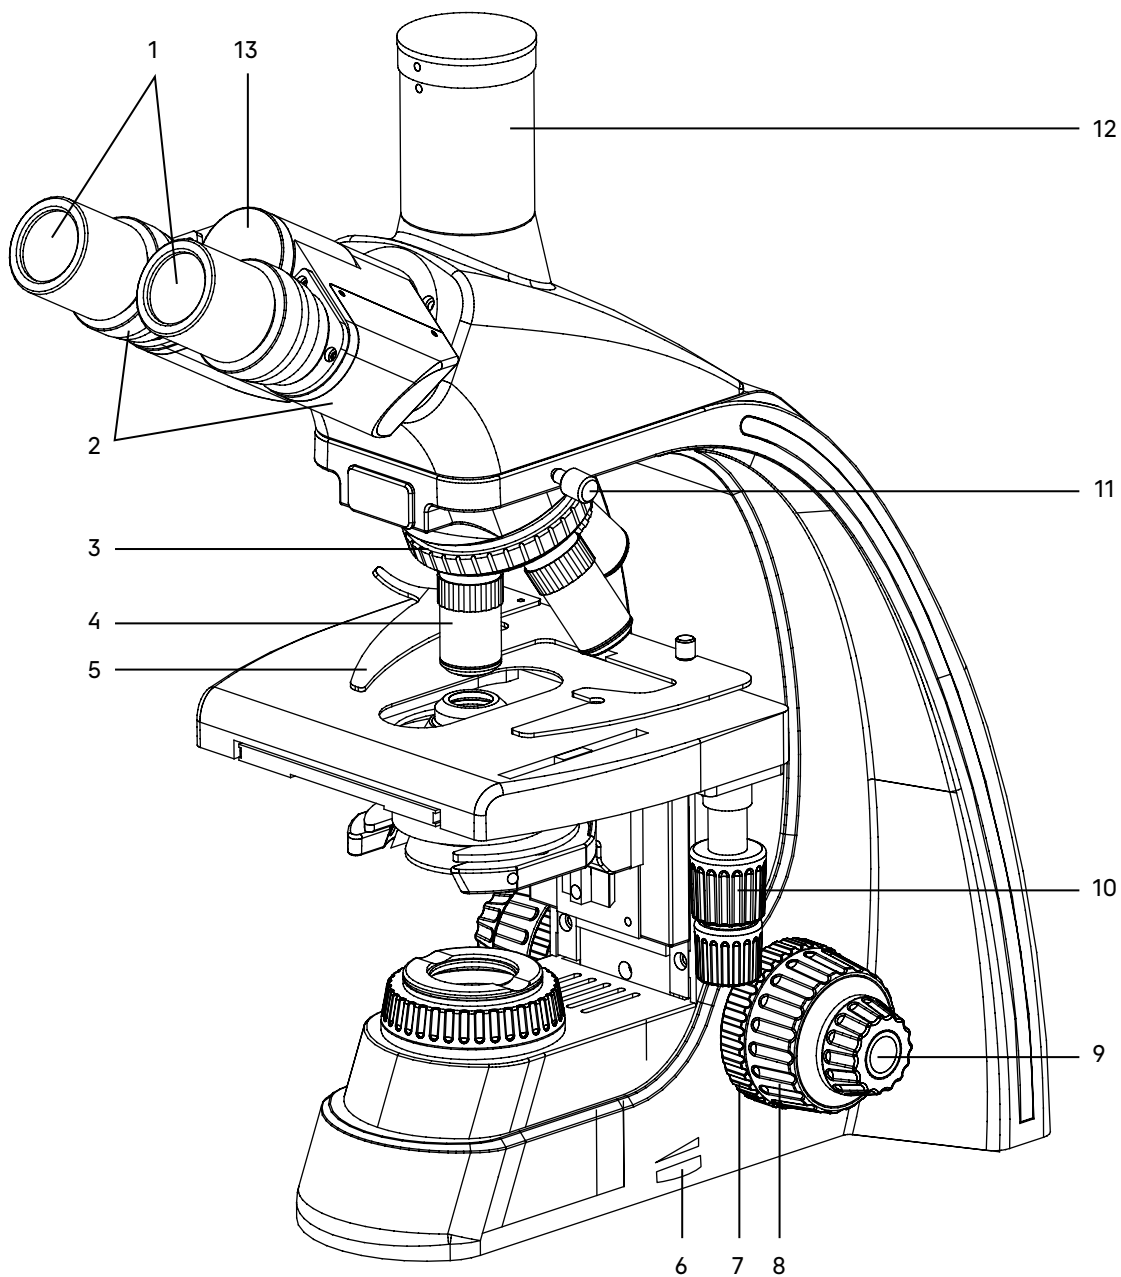
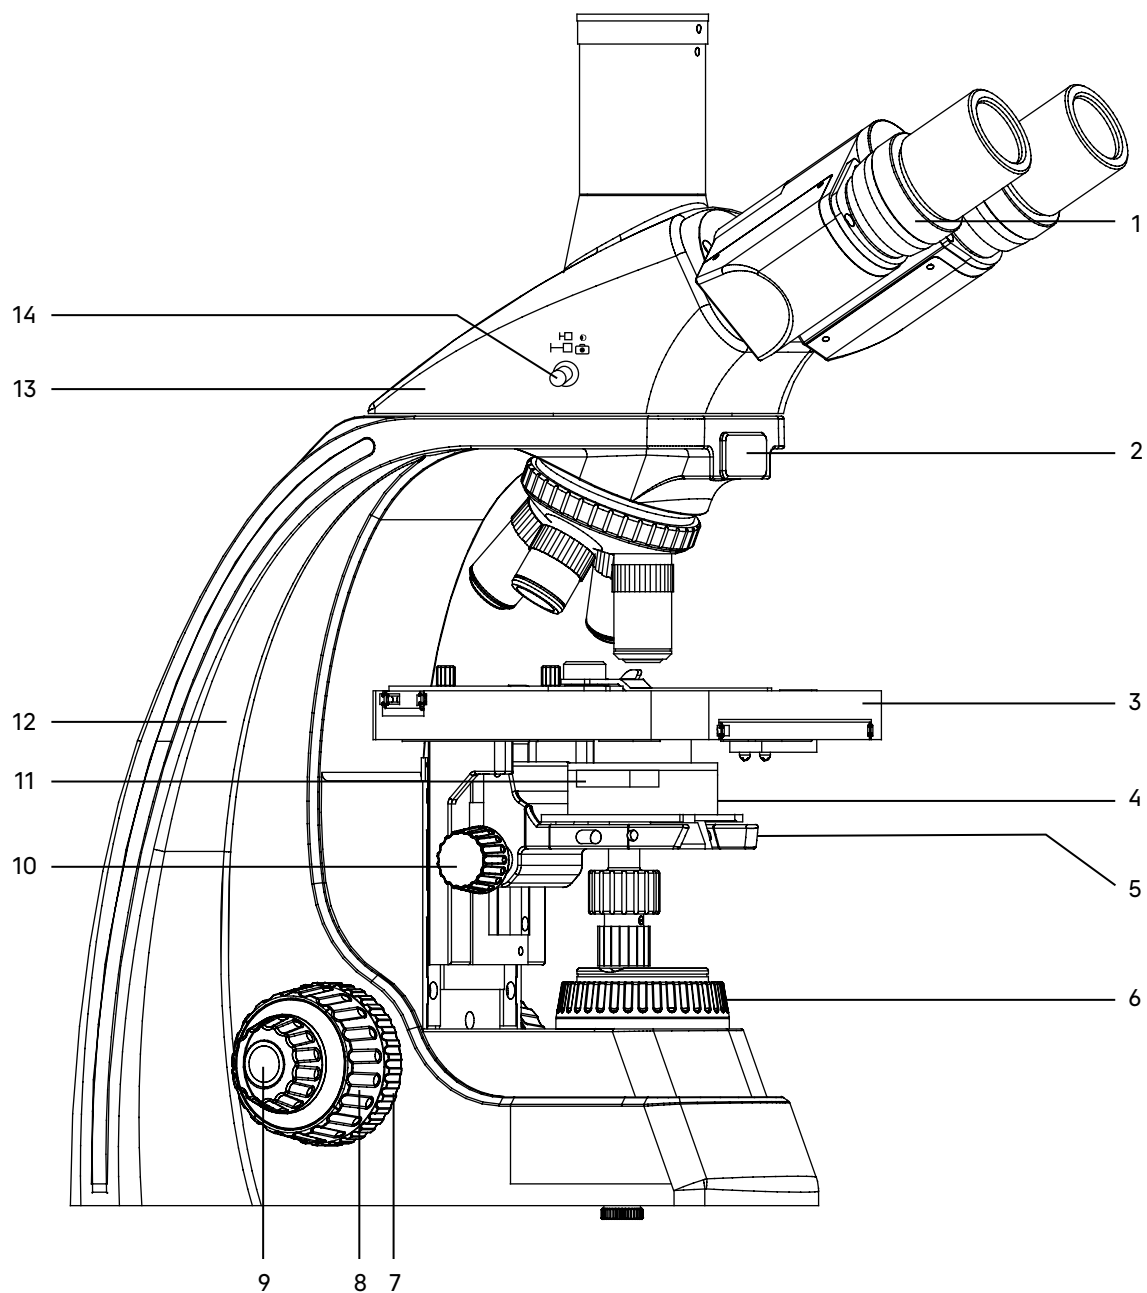

Рис. 1. Микроскоп MAGUS Bio 230. Вид справа
Рис. 2. Микроскоп MAGUS Bio 230. Вид слева
Общий вид микроскопа представлен на рис. 1 и 2.
Штатив 12 (рис. 2) представляет собой цельную конструкцию с основанием. Основание имеет Y-образную устойчивую эргономичную форму.
- револьвер 3 (рис. 1) с объективами 4 (рис. 1);
- предметный столик 3 (рис. 2);
- кронштейн конденсора 5 (рис. 2);
- коллектор в оправе с полевой диафрагмой 6 (рис. 2).
Ручка 6 (рис. 1) служит для регулировки напряжения питания источника света.
Фокусировка на объект осуществляется перемещением по высоте предметного столика 3 (рис. 2). Грубая фокусировка производится вращением коаксиальных рукояток 8 (рис. 1, 2), которые размещены по обеим сторонам штатива.
Тонкая фокусировка производится вращением рукояток 9 (рис. 1, 2), расположенных по обеим сторонам штатива. Тонкая фокусировка требуется для точного фокусирования на объект и для подфокусировки микроскопа на резкость изображения при смене объективов и препаратов.
Механизм регулировки жесткости хода грубой фокусировки 7 (рис. 1) – кольцо между штативом и рукояткой грубой фокусировки с правой стороны. С помощью кольца регулируется жесткость хода грубой фокусировки так, чтобы жесткость была комфортной для пользователя, но при этом столик не опускался самопроизвольно во время работы.
Рукоятка блокировки грубой фокусировки 7 (рис. 2) расположена с левой стороны. После завершения грубой фокусировки рекомендуется перевести рычаг в крайнее положение в направлении по часовой стрелке. Таким образом закрепится положение грубой фокусировки для быстрой рефокусировки после смены препарата.
Насадка 13 (рис. 2) обеспечивает визуальное наблюдение изображения объекта. Насадка устанавливается в отверстие штатива 12 (рис. 2) и закрепляется винтом 11 (рис. 1). Насадку при установке развернуть окулярами в сторону предметного столика.
Изменение межзрачкового расстояния в насадке осуществляется разворотом окулярных тубусов 2 (рис. 1) в пределах 48–75 мм. Значение расстояния, установленного в соответствии с глазной базой наблюдателя, отсчитывается по шкале на насадке 13 (рис. 1).
Механизм диоптрийной подвижки окуляров служит для компенсации аметропии глаз наблюдателя. Находится на левом окулярном тубусе – кольцо 1 (рис. 2).
В вертикальный тубус 12 (рис. 1) корпуса визуальной насадки (канал визуализации) для фиксации камеры (видеоокуляра) устанавливается переходник с-mount 1x. Камера служит для вывода изображения на экран компьютера или монитор/телевизор. Переключение светового потока на вертикальный тубус производится рукояткой 14 (рис. 2). Рукоятка имеет два положения: 100/0 и 0/100.
В комплект микроскопа входят окуляры 1 (рис. 1). Окуляры имеют высокое положение выходного зрачка и предназначены для работы как в очках, так и без них.
Револьверное устройство 3 (рис. 1) обеспечивает установку пяти объективов 4 (рис. 1). Смена объективов производится вращением револьверного устройства за конусную рифленую поверхность до фиксированного положения.
Объективы 4 (рис. 1) рассчитаны на длину тубуса «бесконечность». Парфокальная высота объективов 45 мм, линейное поле зрения в плоскости изображения 20 мм. Рассчитаны для работы с препаратами с толщиной покровного стекла 0,17 мм или без покровного стекла. Микроскоп укомплектован объективами-ахроматами с увеличением 4x, 10x, 40x, 100x. Дополнительно возможна комплектация объективом-ахроматом 20x.
Конденсор 4 (рис. 2) установлен в кронштейн 5 (рис. 2) под предметным столиком микроскопа. Тип крепления конденсора – «ласточкин хвост». Конденсор устанавливается по направляющим при поднятом столике и опущенном кронштейне. Перемещение конденсора вдоль оптической оси микроскопа осуществляется с помощью рукоятки перемещения кронштейна конденсора 10 (рис. 2), расположенной слева от наблюдателя под столиком микроскопа. Диапазон перемещения конденсора – не менее 21 мм.
Конденсор имеет слот 11 (рис. 2) для установки слайдера темного поля или слайдера фазового контраста.
Двухкоординатный предметный столик 3 (рис. 2) обеспечивает перемещение объекта в двух взаимно перпендикулярных направлениях с помощью рукояток 10 (рис. 1), расположенных на одной оси.
У столика отсутствует выдвигаемая зубчатая рейка по оси X, что повышает эргономичность работы. Механизм с ременной передачей плавно перемещает объект. Объект крепится на поверхности столика препаратодержателем 5 (рис. 1), для чего прижим отводится в сторону. Препаратодержатель крепится к столику при помощи двух винтов. При снятом препаратодержателе объект можно перемещать рукой.
Встроенный в основание микроскопа осветитель включает коллектор в оправе с полевой диафрагмой 6 (рис. 2) и источник света – галогенную лампу или светодиод.
Включение осветителя осуществляется с помощью выключателя на задней панели штатива. Регулировка яркости осуществляется ручкой 6 (рис. 1).
Полевая диафрагма регулируется (открывается/закрывается) вращением кольца оправы 6 (рис. 2).